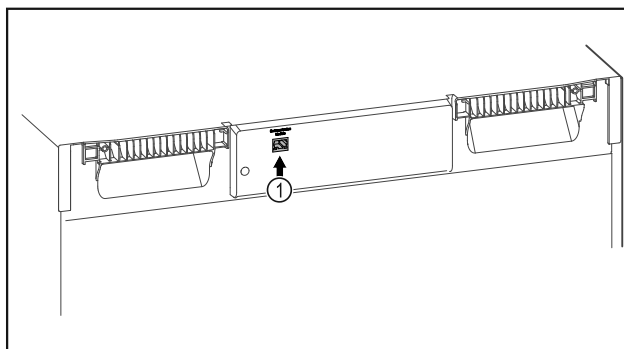

Fig. 99
- SmartModule Fig. 99 (1) on otettu käyttöön.